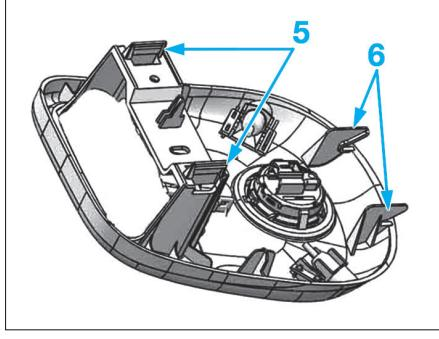

Fig. 93
- Déclipper les agrafes (5) en tirant l'avant vers le bas (Fig.93).